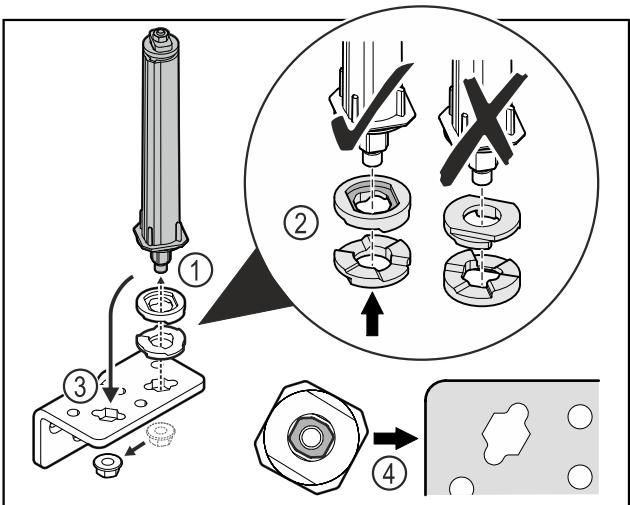

Fig. 47
- Отпустите гайку и демонтируйте систему закрытия двери Fig. 47 (1).
- Учитывайте правильность выравнивания шайб для регулировки высоты Fig. 47 (2).
- Переставьте систему закрытия двери в шарнирном уголке и зафиксируйте гайкой Fig. 47 (3).
- При установке учитывайте правильность выравнивания системы закрытия двери Fig. 47 (4).